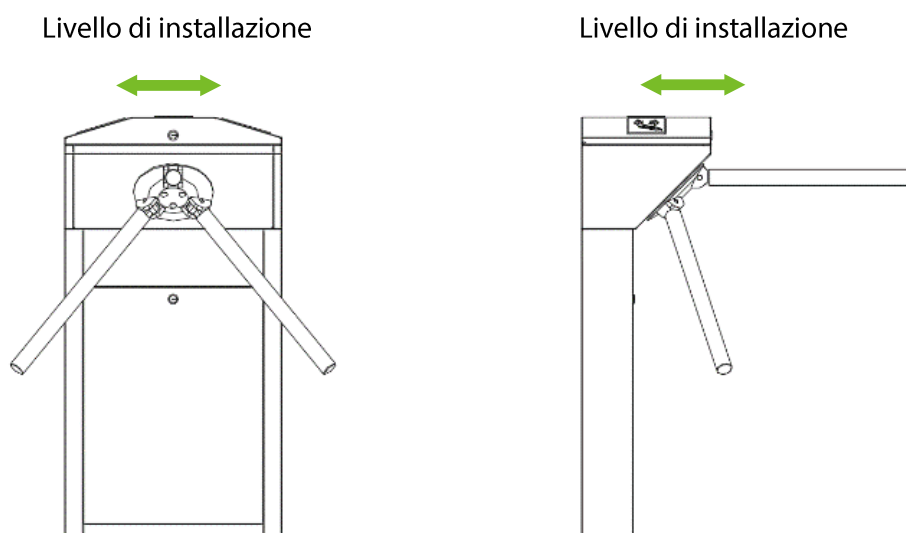

Figura 3-5
3. Installare il tornello sulla piastra di montaggio e stringere le viti. Applicare la colla di fissaggio a vite prima dell'uso e mettere le guarnizioni sulle viti per regolare la direzione del tornello. Se il tornello del tripode non è livellato, è possibile posizionare le guarnizioni per regolare, come mostrato nella Figura 3-5.